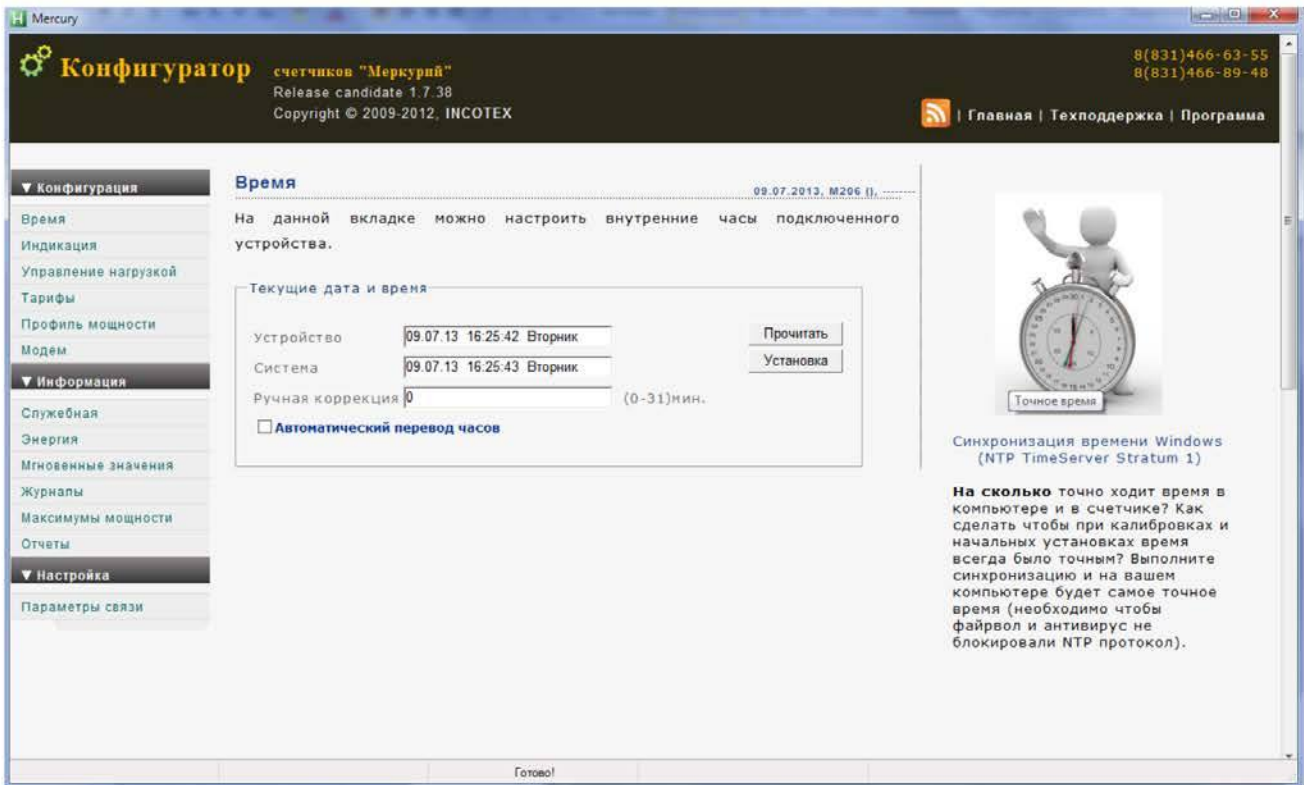
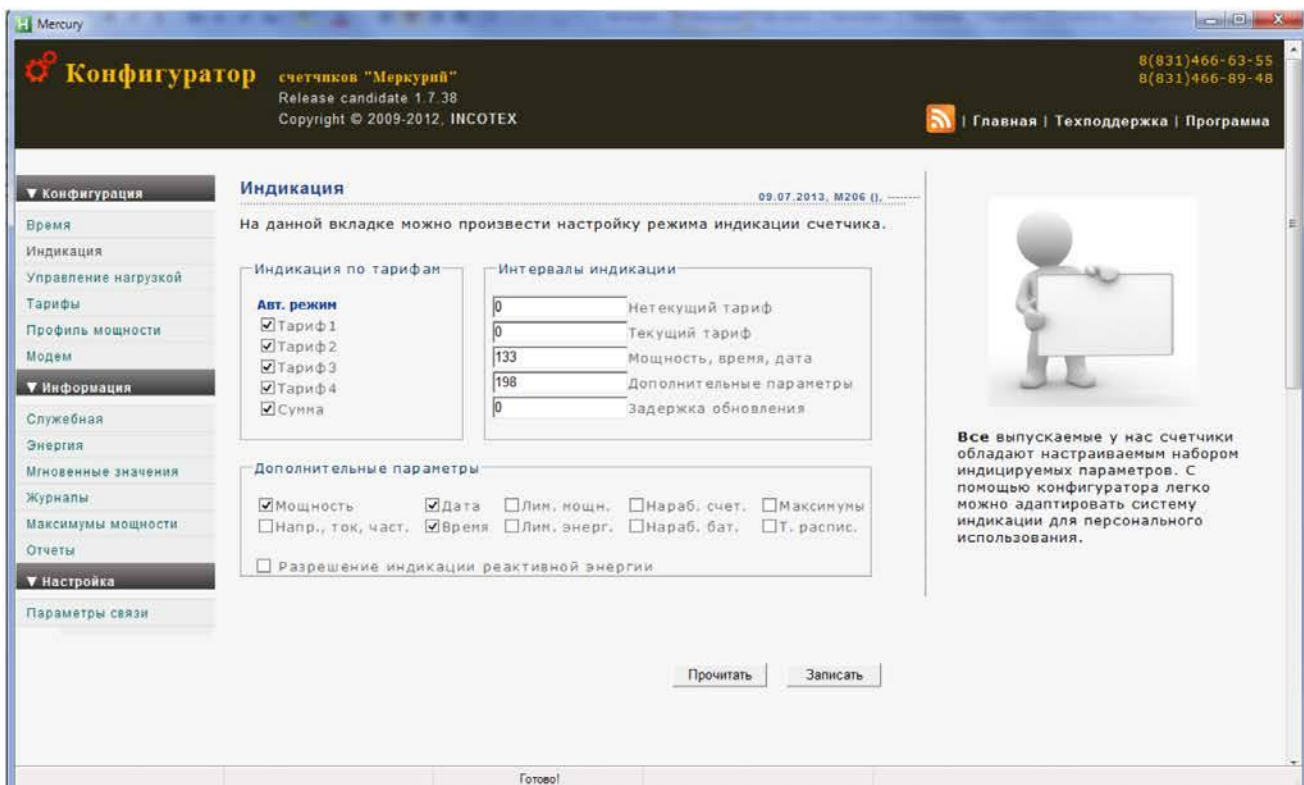

Рис. 22
Рис. 23
5.2.3 Далее используя вкладки «Время» (рис. 22), «Индикация» (рис. 23), «Энергия» (рис. 24), «Тарифы» и т.д. и кнопки «Прочитать», «Записать» можно программировать и считывать другую информацию.